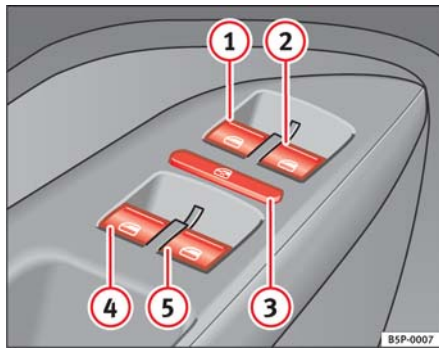

Fig. 65 Detalle de la puerta del conductor: mandos para las ventanillas delanteras y traseras
Las teclas ⇒ página 87, fig. 65 ① y ② tienen dos posiciones para la apertura de las ventanillas y otras dos para el cierre. De este modo es más fácil controlar las operaciones de apertura y cierre.